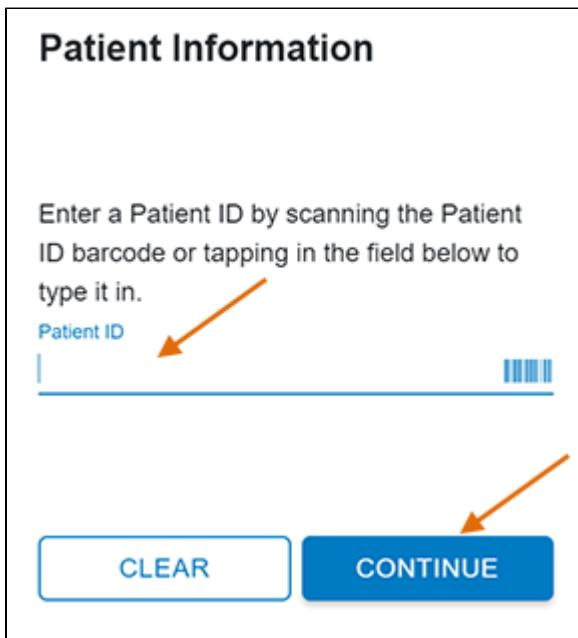

Figure 16. Écran Informations patient (Patient Information)
3. Vérifier que le bouchon du tube de milieu de transport de l'échantillon est fermé. Si les informations du patient sont configurées par un administrateur, l'écran **Informations patient (Patient Information)** s'affiche (voir la Figure 16). Si les informations patient ne sont pas configurées, l'écran **Identifiant de l'échantillon (Sample ID)** s'affiche.